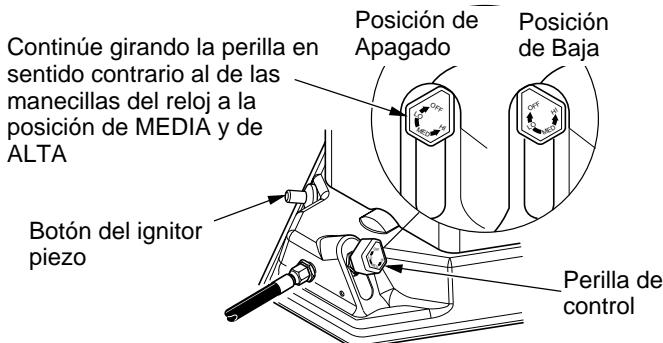

Figura 4: Ubicaciones de la perilla de control y del botón del ignitor piezo
- Presione ligeramente y gire la perilla de control en sentido contrario al de las manecillas del reloj a la posición de BAJA (consulte la figura 4, página 5).
- Cuando el quemador principal permanezca encendido, coloque el calentador en el nivel de calor deseado oprimiendo ligeramente la perilla de control y girándola en sentido contrario al de las manecillas del reloj a la posición de MEDIA o ALTA (consulte la figura 4).